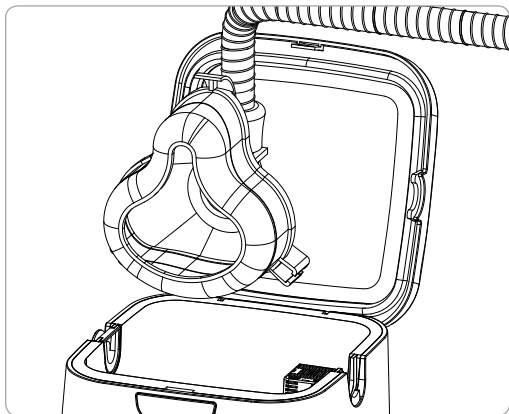

Figura 7. Inserire la maschera PAP all'interno della camera disinfettante
4. Inserisca la maschera PAP all'interno della camera per la disinfezione consentendo al tubo collegato di restare nella scanalatura del tubo aperta, opposta al tappo della scanalatura del tubo removibile (figura 7).